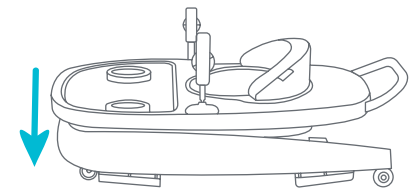

Fig. 11b
• Luego empuje la bandeja hacia abajo a la posición más baja (Fig. 11b).